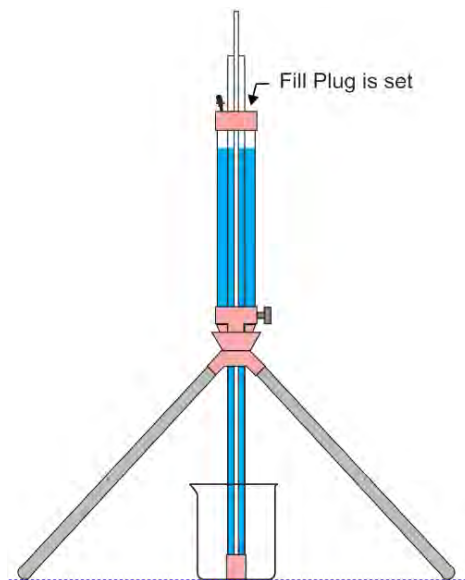

Fig. 47
**Insert the Fill Plug (Fig. 47).**